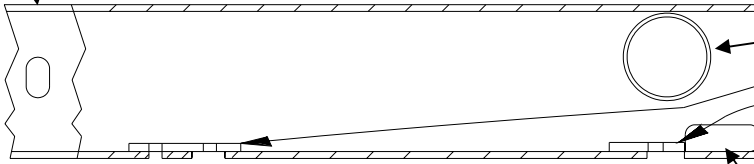
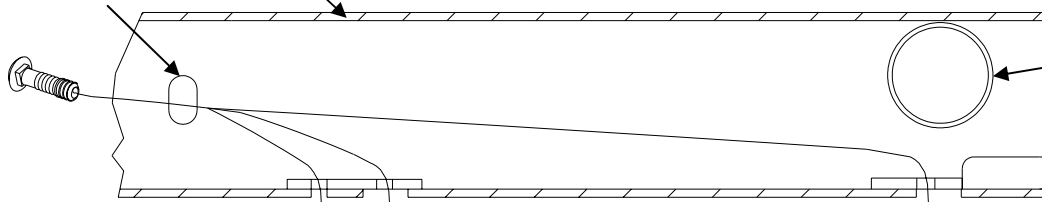

FIGURE 2
FIGURE 3
SEE FIGURE 2
SEE FIGURE 3**
4. SLIDE / PUSH 1/4" X 1.50 X 3.50 BLOCKS AND 1/4 X 2.00 X 2.00 BLOCKS THROUGH END OF FRAME BETWEEN FRAME SPACER AND VEHICLE CROSSMEMBER AND ALIGN WITH HOLES IN HITCH SIDE BRACKET (SEE FIGURE 2). FISHWIRE CARRIAGE BOLTS THROUGH SLOT IN FRAME RAIL AND DOWN THROUGH BLOCKS AND SIDE BRACKETS (SEE FIGURE 3 AND 4). SECURE WITH LOCKWASHERS AND NUTS.
4. GLISSER / POUSSER LES BLOCS 1/4" X 1.50 X 3.50 ET 1/4 X 2.00 X 2.00 DANS L'EXTRÉMITÉ DU CADRE ENTRE L'ESPACEUR DU CADRE ET LA TRAVERSE DU VÉHICULE, PUIS S'ALIGNER SUR LES TROUS DU SUPPORT LATÉRAL D'ATTELAGE (VOIR FIGURE 2). À L'AIDE D'UN FIL DE TIRAGE, ACHÉMINER LES BOULONS DE CARROSSERIE À TRAVERS LES FENTES DES LONGERONS, PUIS VERS LE BAS À TRAVERS LES BLOCS ET LES SUPPORTS LATÉRAUX (VOIR FIGURES 3 ET 4). FIXER À L'AIDE DE RONDELLES FREINS ET D'ÉCROUS.